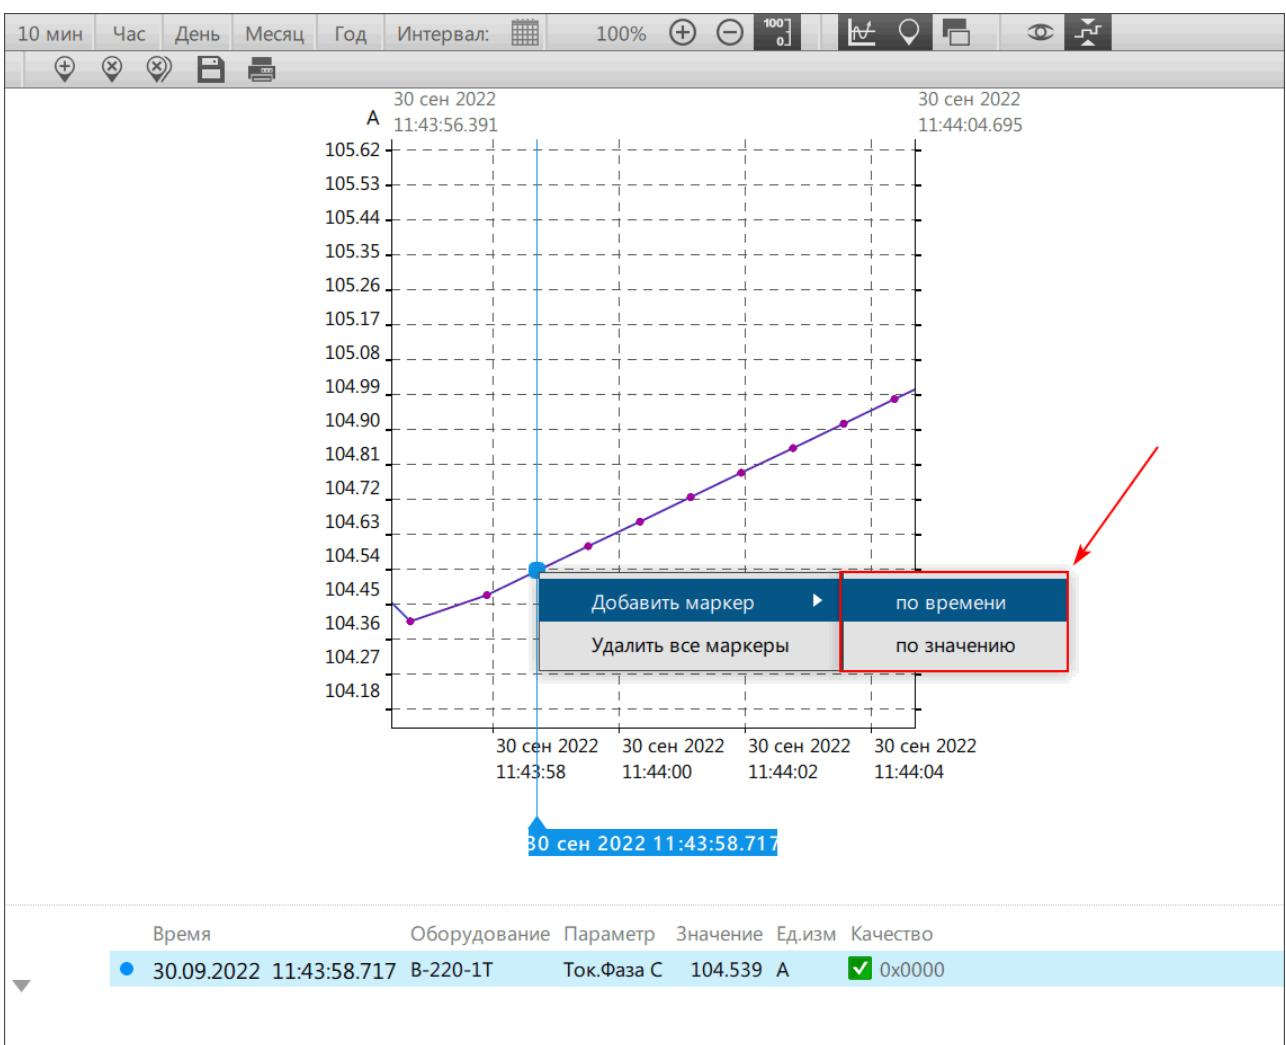

Рисунок 105 - Добавить маркер
3. Выберите **Добавить маркер → по времени / по значению** (Рисунок 105).